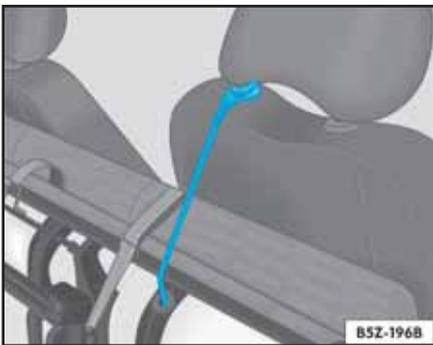

Fig. 90 Asiento rebatido fijado con la cinta elástica roja en la barra del apoyo para cabeza
– Localice la tira elástica roja, alojada en la parte inferior del asiento, y encaje el gancho de esa tira en la barra del apoyo de cabeza del asiento del acompañante, inmovilizando el conjunto ⇒ fig. 90
- Suelte el gancho de la tira elástica roja de la barra del apoyo para cabeza ⇒ Página 101, fig. 90 y encájelo debajo del banco trasero ⇒ fig. 92.